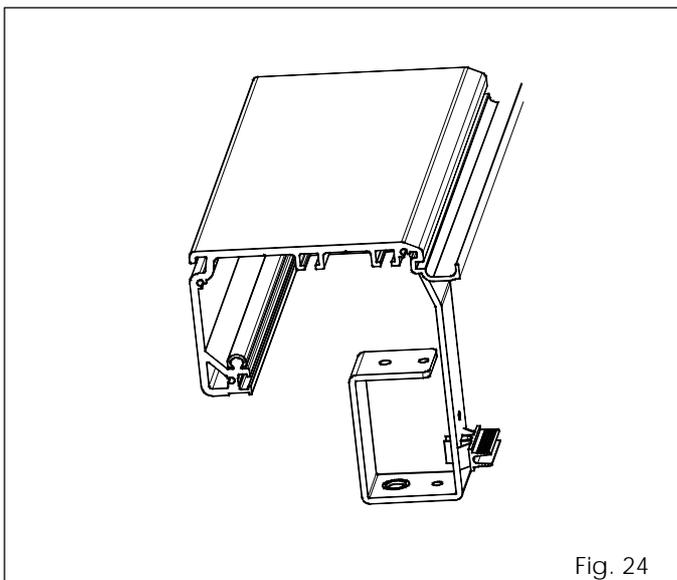

Fig. 24
- Fissare la staffa supporto pomello di sblocco interno all' altra estremità della traversa (dalla parte del gruppo motore) come indicato in fig. 24. La staffa supporto pomello di sblocco interno va sempre montata, anche se non si utilizza il blocco motore.